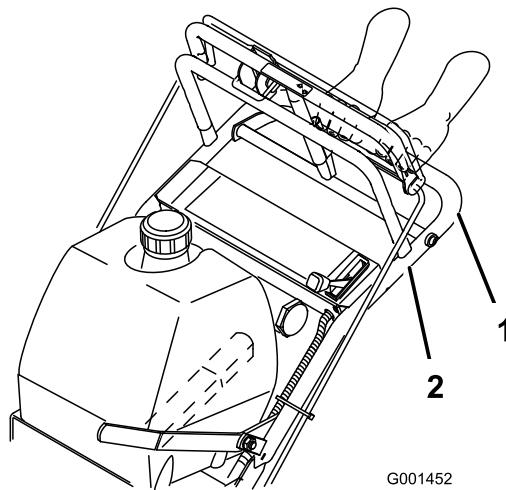

Figure 11
4. Engagez la barre de commande inférieure et soulevez la partie inférieure du guidon simultanément (Figure 9 et Figure 11).